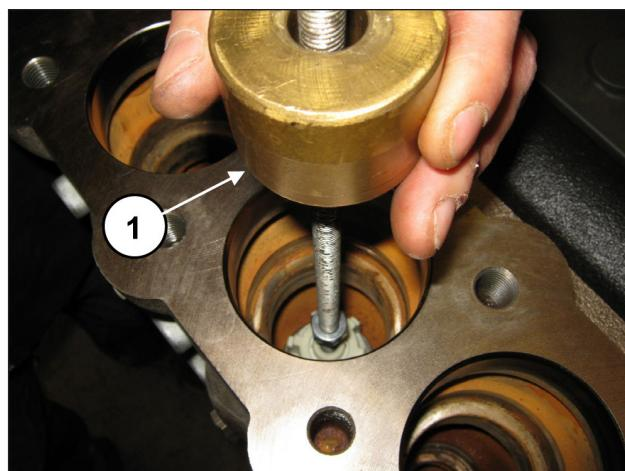

Fig. 103
Extraer el grupo válvula de aspiración aplicando un extractor de percusión (cód. 27516400) en el orificio M10 de la guía de la válvula (pos. ①, Fig. 103) o, como medida adicional, aplicar un adaptador M10-M16 (cód. 25089700) a la rosca M16 de la guía de la válvula.